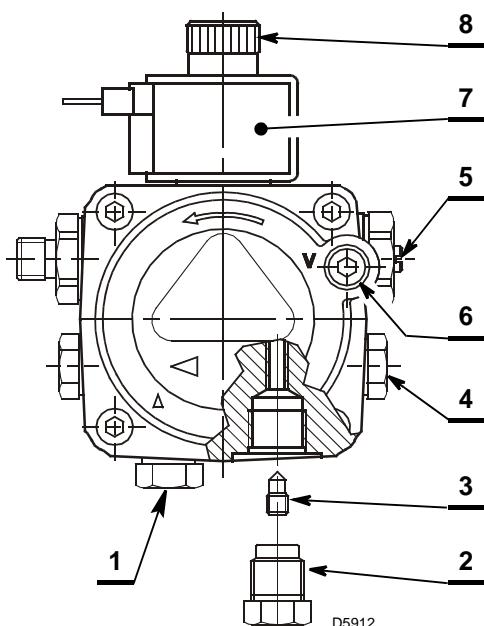

Abb. 9
- Die Pumpe Abb. 9 ist werkseitig für den Zweirohr-Betrieb eingerichtet.
- Für den Einstrang-Betrieb ist es notwendig, den Rücklaufstopfen (2) zu entfernen, die By-pass Schraube (3) zu entfernen und den Stopfen (2) mit einem Anzugsmoment von 0,5 Nm wieder aufzuschrauben.
Es ist ausreichend, den Vakuummeteranschluß 6) (Abb. 9) zu lockern und das Austreten des Brennstoffes abzuwarten.